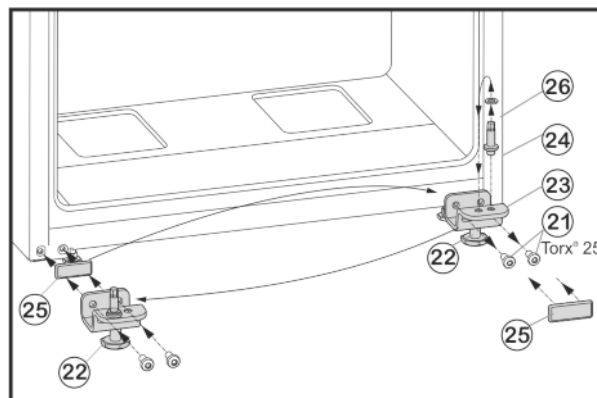

Fig. 8
- ▶ Bevestigingsschroeven Fig. 8 (21) losschroeven.
- ▶ Onderste scharnierplaat Fig. 8 (23) volledig met scharnierbouten Fig. 8 (24), schijf Fig. 8 (26) en stelvoet Fig. 8 (22), verwijderen.
- ▶ Scharnierbouten Fig. 8 (24) volledig met schijf Fig. 8 (26) losschroeven, terugplaatsen in het tegenoverliggende opnametgat van de scharnierplaat en weer vastschroeven.
- ▶ Afdekplaat Fig. 8 (25) voorzichtig verwijderen en terugplaatsen op de andere zijde.
- ▶ Onderste scharnierplaat Fig. 8 (23) volledig met scharnierbouten Fig. 8 (24), schijf Fig. 8 (26) en stelvoet Fig. 8 (22) weer op de nieuwe scharnierzijde evt. met behulp van een accuboormachine **vastgeschroeven (met 4 Nm)**.
- ▶ Deur van bovenaf op de scharnierbouten Fig. 8 (24) plaatsen.
- Stelvoet Fig. 8 (22) uit de onderste scharnierplaat Fig. 8 (23) draaien totdat deze op de grond ligt.